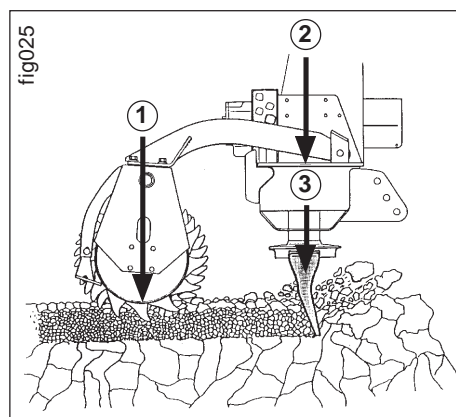

Fig. 2.3
1. Eigengewicht der Packerwalze (Fig. 2.3/1).
2. Eigengewicht des Kreiselgrubbers (Fig. 2.3/2).
3. Die Kraft, mit der sich die Zinken in den Boden hinein zu ziehen versuchen (Fig. 2.3/3).